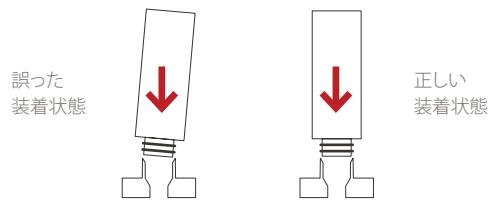

図 18.
- ⚠ 注意: 各カートリッジが正しい位置にしっかりと装着されているか確認します。各カートリッジの上端には凸状のボスがあり、これを押さえ板の対応する穴にはめる必要があります(図 18)。